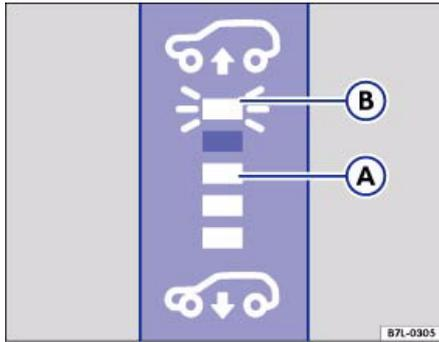

Abb. 105 Ausschnitt aus dem Kombiinstrument:
Je höher das Niveau, desto mehr Balken leuchten auf ⇒ Abb. 105.
Blinkender Balken: Wenn Sie sich z. B. im Straßen-Level ⇒ Abb. 105 (A) befinden und den X'tra-Level wählen, beginnt der oberste Balken zu blinken (B). In diesem Fall hat die Niveauregelung den gewählten Level noch nicht eingestellt. Das Fahrzeug wird angehoben. Sobald alle fünf Balken dauerhaft leuchten, ist der X'tra-Level erreicht.